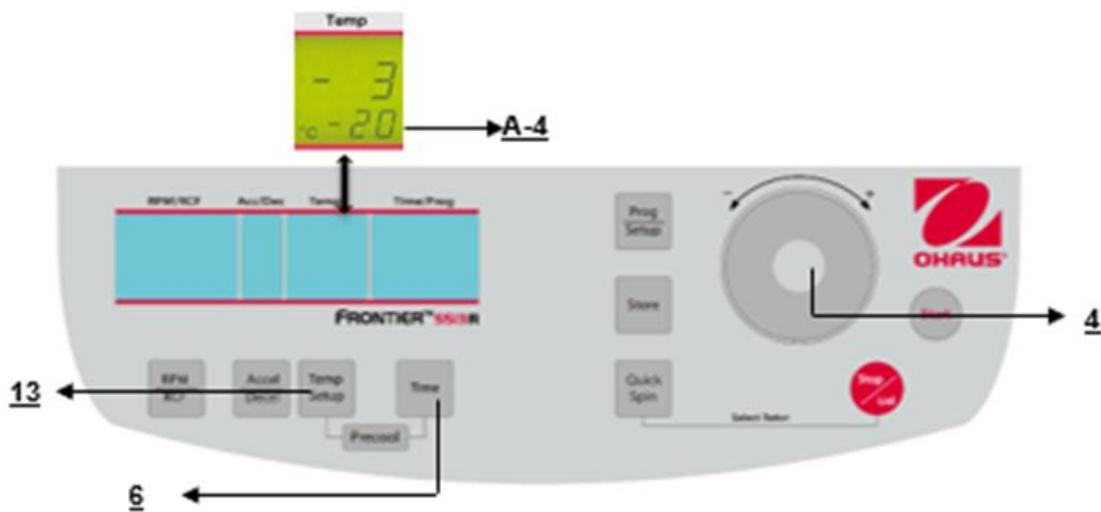

Figure. 16
Cette présélection est activée au moyen de la touche "RPM/RCF" (5) (voir la figure 16 ci-dessous). En appuyant sur la touche une fois, le mot "rpm" (M5) clignote. En appuyant sur la touche deux fois, il est possible de présélectionner les forces centrifuges. Le mot clignotant "rcf" (M6) apparaît alors. Il est possible de définir les valeurs désirées avec le cadran de réglage (4). Sur l'affichage (A-1), la valeur régulée est présentée en permanence, avant, pendant et après la centrifugation.